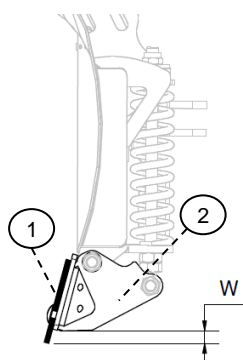

Bild.14
Det är viktigt att kontrollera slitstålens slitage dagligen. Det finns många faktorer som påverkar detta. Bland annat plogningshastighet, underlag, skärvinkel, stödtallriker och flytlägens justering. Därför är det viktig att se till att behålla avståndet $W \geq 10\text{mm}$ mellan slitstålen (1) nedre kant och stålhallarens(2) nedre kant (se Bild.14).